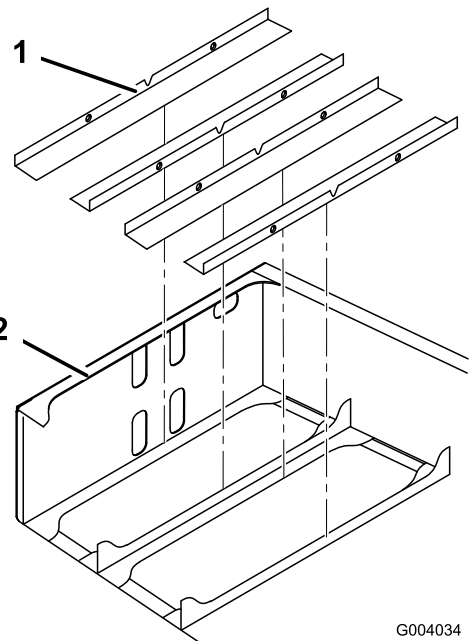

Bild 4
2. Setzen Sie die Batteriefachpolster im Hinterrahmen ein (Bild 4).